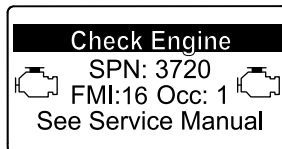

Figura 70
- Advertencia del motor SPN 3720, FMI 16 (Figura 70)